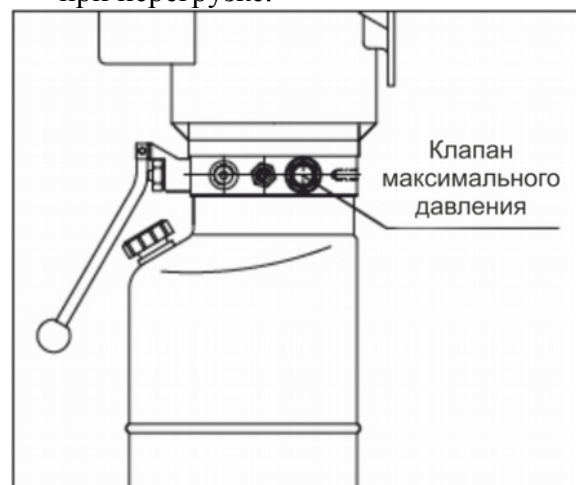

Рис. 13
- В случае превышения норм грузоподъемности, сработает клапан максимального давления на силовом блоке. Рис. 13